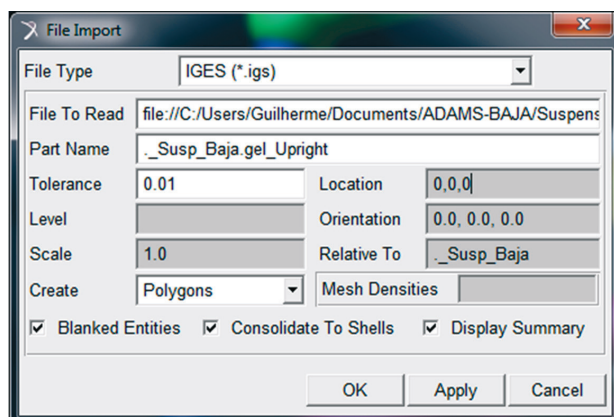

Figura 6.9 – Finalização da caixa de diálogo referente à importação de geometria CAD.
- No campo *Location*, insira as coordenadas 0,0,0 (Figura 6.9). Nesse caso, estamos informando que as coordenadas 0,0,0 da geometria CAD será posicionada nas coordenadas globais (0,0,0) do modelo multicorpos da suspensão.
- No campo *Relative To*, insira o nome do modelo multicorpos em questão. Nesse caso, denominado como *Susp\_Baja* (Figura 6.9).